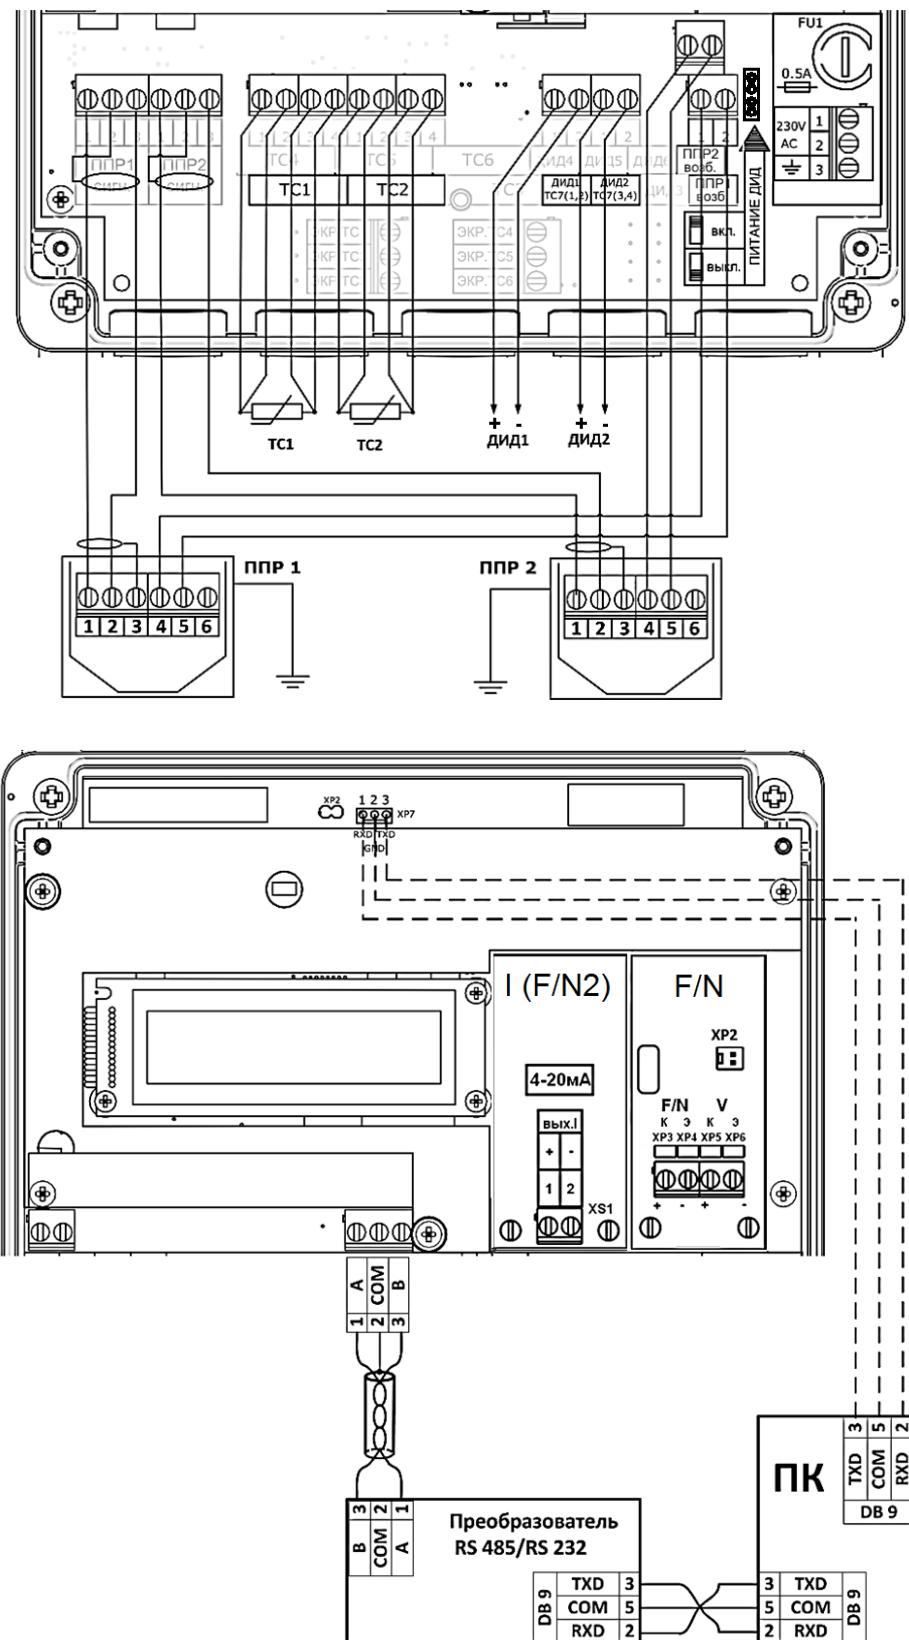

Рисунок 8.11
8.5.2 Расходомер может поставляться со встроенными источниками питания датчиков давления (по заказу). В этом случае подключение датчиков давления выполняется в соответствии со схемой на рис. 8.11. Для запитывания датчиков давления переключатель SA1 должен быть включен.